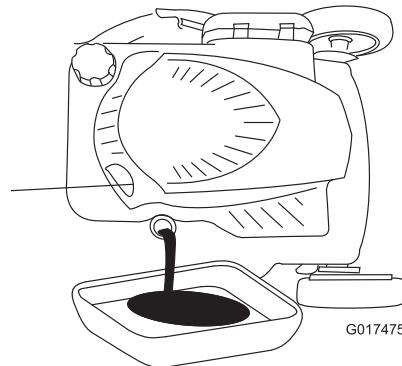

Figura 38
- Coloque la máquina de lado con la varilla de aceite hacia abajo para drenar el aceite usado a través del tubo de llenado de aceite (Figura 38).